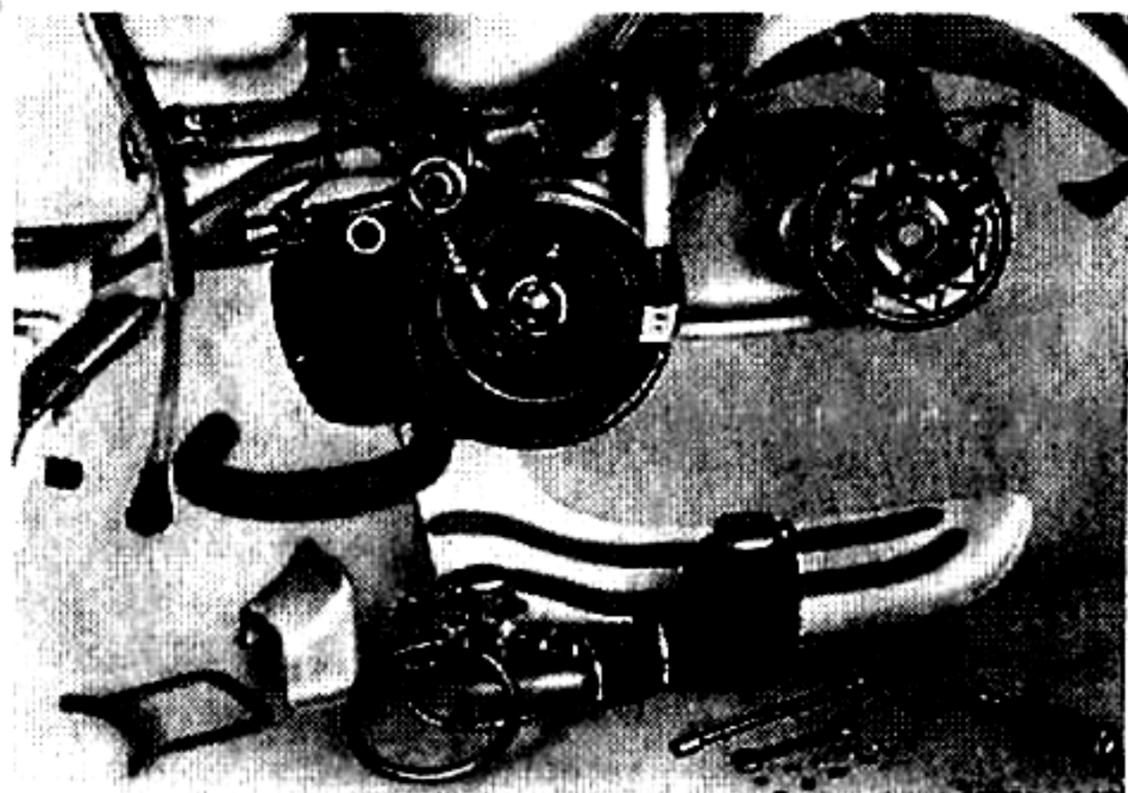

Fig. 15
- 22 Smontare il carburatore col polmoncino aria: staccare il filo del gas, allentare il dado della fascetta di fissaggio al telaio del polmoncino e la vite di fissaggio del carburatore sulla pipa (chiave da 8). Sfilare il carburatore col polmoncino, sfilare il tubo di alimentazione m'scela e svitare il comando starter (chiave da 10). Vedi fig. 15.